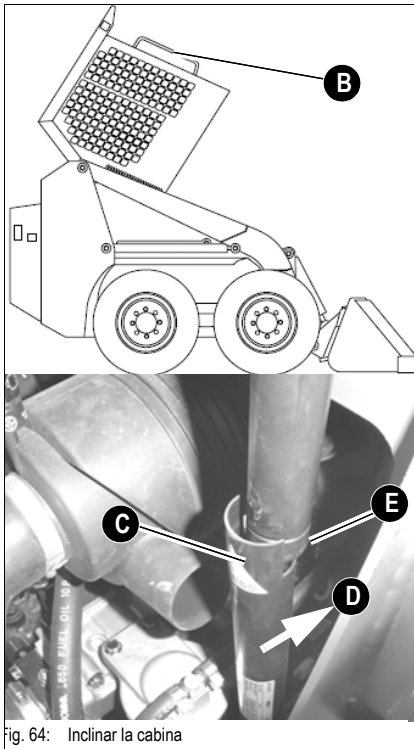

Fig. 64: Inclinar la cabina
- ➔ El tubo de seguridad debe enganchar bajo el cilindro (véase Fig. 64)